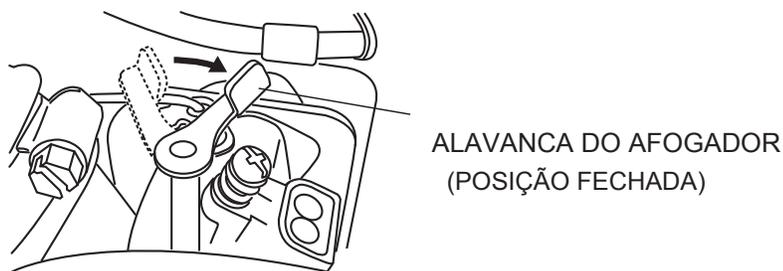

Figura 6. Alavanca do afogador
4. Se o motor falhar na partida, mova a alavanca do afogador (Figura 6) até o meio da posição de aberta para evitar o seu afoçamento.